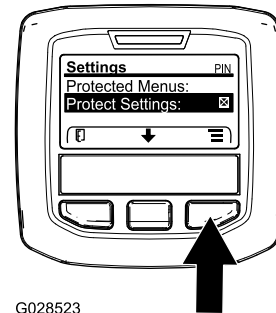

Figura 10
1. A partir do menu PRINCIPAL, utilize o botão central para ir até ao menu de DEFINIÇÕES e prima o botão direito (Figura 10).